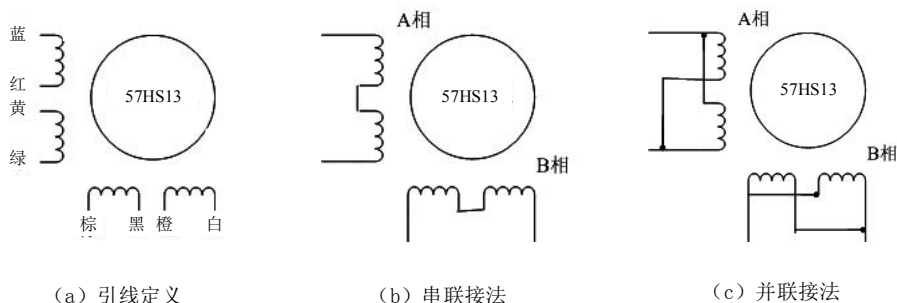

图 8 57 电机串并联接法
- 2) 相是相对的，但不同相的绕组不能接在驱动器同一相的端子上（A+、A-为一相，B+、B-为另一相），雷赛 57HS13 电机引线定义、串、并联接法如下图 8 所示。